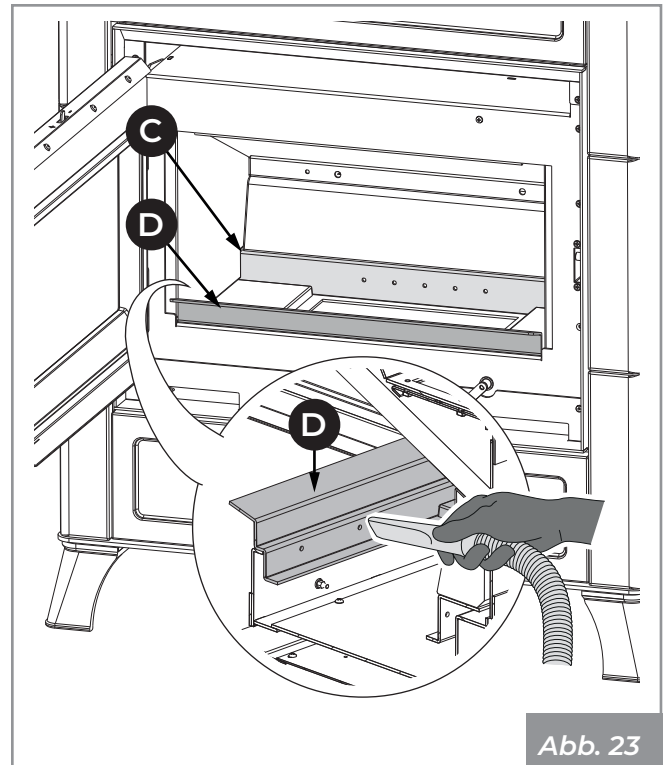

Abb. 23
- 3) Die hinteren (C) und vorderen (D - wo vorgesehen) Löcher des Verbrennungsluftverteilers (Abb. 23) absaugen, um die eventuelle Ablagerung von Asche zu vermeiden.